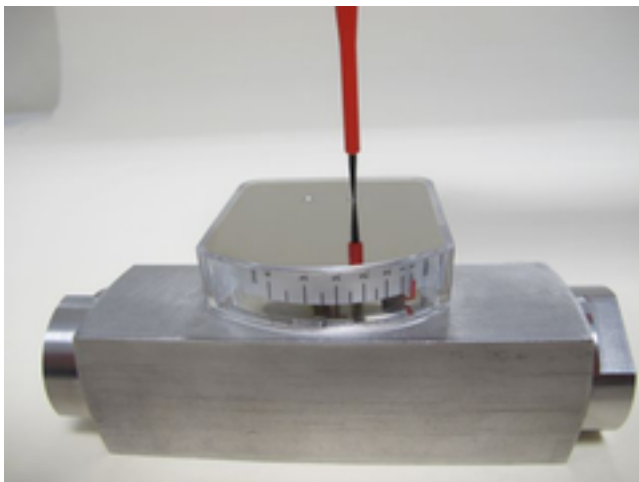

Abb. 77:
- 27.** ▶ Befestigungsschrauben der Anzeige-Deckelplatte einschrauben und festziehen (Abb. 77), dabei Schrauben-Anziehdrehmoment (→ Kapitel 11.1 „Anziehdrehmomente“ auf Seite 105) beachten